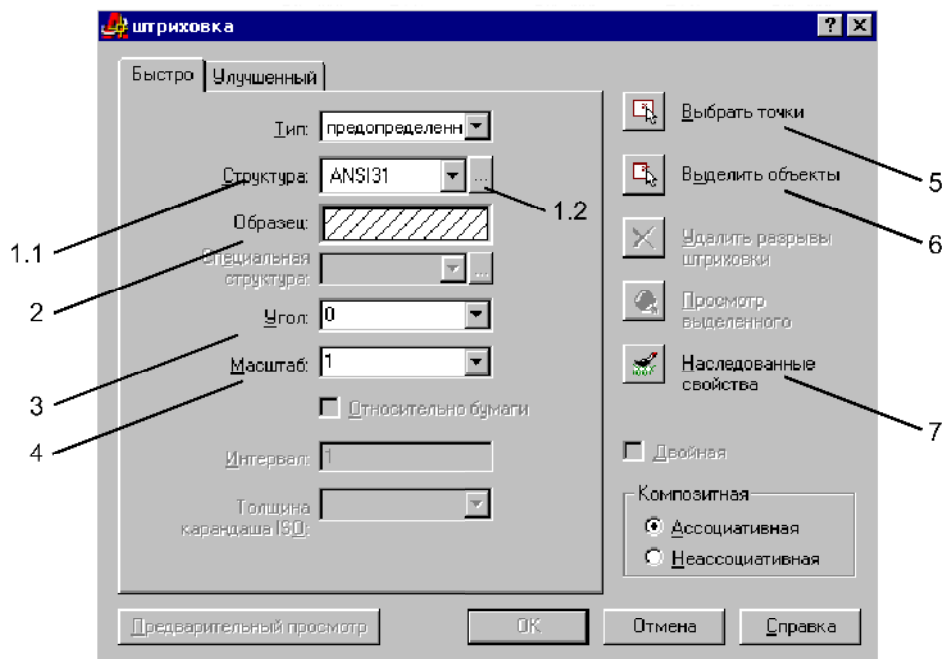
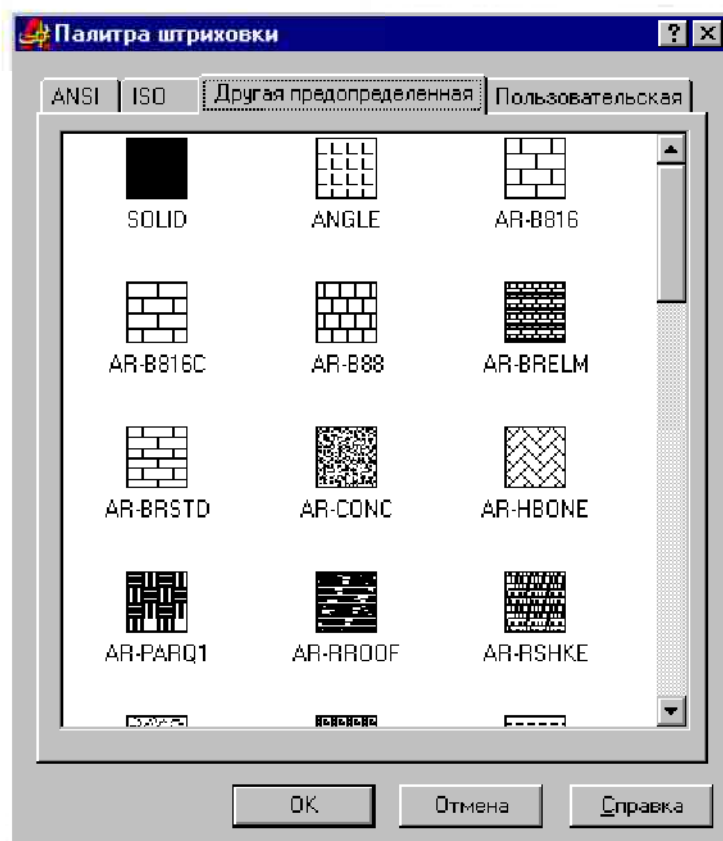
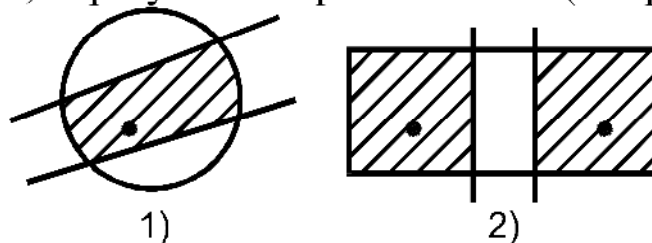

Рис. 5.1. Диалоговое окно Штриховка.
Рис. 5.2. Расширенный выбор типа штриховки.
Рис. 5.3. Штриховка методом указания точки внутри замкнутого контура.
Запуск режима штрихования осуществляется щелчком мышкой по кнопке *Штриховка*  на панели инструментов *Черчение*, вводом команды **Bhatch** или из ниспадающего меню *Черчение* запуском команды *Штриховка*. После этого будет выведено диалоговое окно, изображенное на рис. 5.1.
1. Запустить режим штрихования. Появится диалоговое окно *Штриховка* (см. рис. 5.1).
3. Щелкнуть по кнопке *Выбрать точки* (см. рис. 5.1). Диалоговое окно временно исчезнет.
В списке *Угол* (3) можно указать угол поворота линий штриховки, но это не всегда стоит делать. Если штриховка уже выполнена под углом, то ее можно не поворачивать. Например, штриховка ANSI31, показанная на рис. 5.1, сразу выводится под углом 45° .
Если щелкнуть мышкой по кнопке (1.2), расположенной рядом с ниспадающим списком *Структура* (см. рис. 5.1), то на экран будет выведено меню выбора типов штриховок, в котором каждый тип показан более наглядно (рис. 5.2). Кроме этого, типы штриховок сгруппированы согласно принадлежности разным группам – ISO, ANSI, *Другие*, *Пользовательские*.
В данном режиме пользователь просто указывает точку в замкнутом контуре, а AutoCAD сам определяет границы контура и заштриховывает его. Для входа в режим “Точка внутри замкнутой области” следует нажать на кнопку *Выбрать точки* (5) в диалоговом окне *Штриховка* (рис. 5.1). После этого диалоговое окно исчезнет и на чертеже нужно будет указать точку внутри штрихуемого замкнутого контура. Точку можно указать любым способом, наиболее просто это делается щелчком мышки. Границы контура определит сам AutoCAD, при этом он будет анализировать не только замкнутые по определению объекты, но и контуры, образуемые пересечениями (см. рис. 5.3).
Для входа в этот режим следует нажать на кнопку *Выделить объекты* (6) в диалоговом окне *Штриховка* (рис. 5.1). После этого диалоговое окно исчезнет и на чертеже нужно будет выбрать объекты, которые ограничивают область штриховки. При этом желательно выбирать объекты замкнутые по определению – окружности, прямоугольники, эллипсы или фигуры, образующие точный замкнутый контур.
В зависимости от настроек, которые можно установить во вкладке *Улучшенный* меню *Штриховка* (рис. 5.1) AutoCAD может по-разному реагировать на острова, вплоть до игнорирования. В обычном режиме, при указании контура методом “точка в области” острова не заштриховываются.
Неассоциативная штриховка не изменяется вслед за изменениями контура. Для того чтобы вывести неассоциативную штриховку, нужно в процессе ее простановки щелкнуть по надписи *Неассоциативная* в правом нижнем углу диалогового окна *Штриховка* (рис. 5.1). Следует отметить, что данный вид штриховки в настоящее время используют редко и он присутствует в AutoCAD 2000 в основном для совместимости с чертежами, выполненными в более ранних версиях.
1. Войти в режим нанесения штриховки. Появится окно, показанное на рис. 5.1.
2. Нажать на кнопку *Наследованные свойства (7)* (см. рис. 5.1). Диалоговое окно исчезнет.
На экран будет выведено диалоговое окно *Штриховка* (см. рис. 5.1.) с отключенными кнопками указания контура. В нем необходимо выбрать новый тип штриховки и установить ее параметры, после чего следует щелкнуть по кнопке ОК.